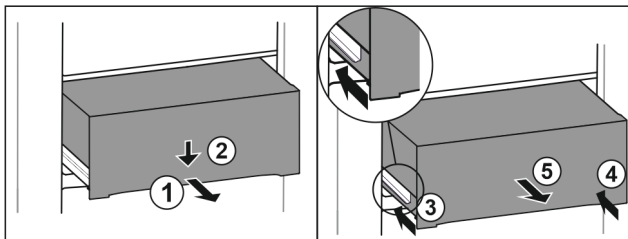

Fig. 64
- ▶ Vytiahnite zásuvku do polovice. Fig. 64 (1)
- ▶ Zatlačte zásuvku na prednej strane smerom nadol. Fig. 64 (2)
- ▶ Zasuňte ľavú koľajničku o cca 2 cm. Fig. 64 (3)
- ▶ Zasuňte pravú koľajničku o cca 2 cm. Fig. 64 (4)
- ▶ Odoberte zásuvku dopredu. Fig. 64 (5)